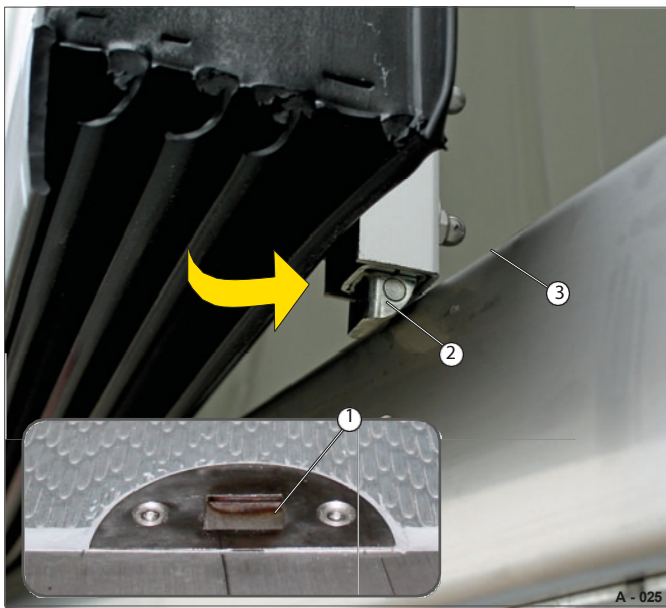

Fig. 25 Lukking av dørbladet (venstre)
- Kontroller at det ikke er smuss i den nedre låslommen (fig. 25/1).
Den øvre/nedre låsen (Fig. 25/2) trekkes automatisk inn og smekker igjen i fallehullene.